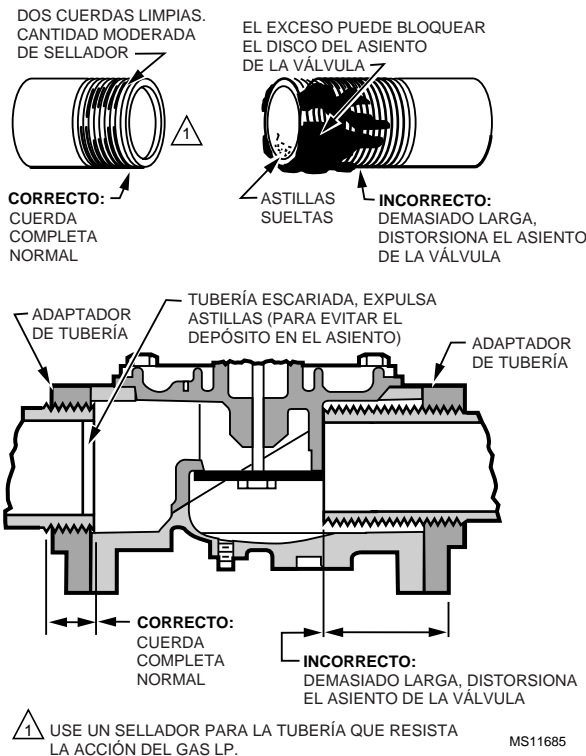

Fig. 4. Preparación de las tuberías.
Montaje (Fig. 4 a 6)
2. No atornille la tubería demasiado profundo en la válvula (Fig.4). El exceso de tubería en la válvula puede resultar en una distorsión o mal funcionamiento de ésta.